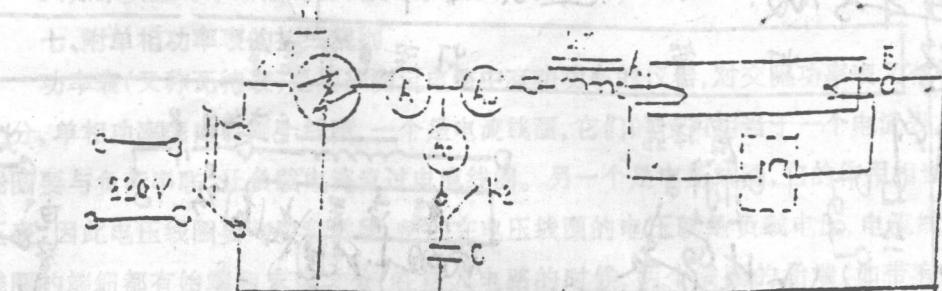

图 2-4
日光灯电路由灯管、镇流器、启辉器组成，见图 2-4 所示。
1. 将实验线路板(注意面板上面有灯丝、镇流器、启辉器、电感、电容等符号处, 可视为实物对待), 按图 2-4 所示进行连接( $K_2$  先断开), 经教师检查无误后, 方可通电实验, 接通电源后观察日光灯是否点燃, 如不能, 找出故障并排除, 使其点燃。
④根据测量数据和计算数据在同坐标系作出  $U$  和  $I$  的曲线。
⑤画出相量图, 分析在未并电容以后为何可以提高功率因数。
3. 合上  $K_2$ (同时将一电流表串入电容器支路)按表二所列各量进行测量, 并将数据填入表中第二行。⑥